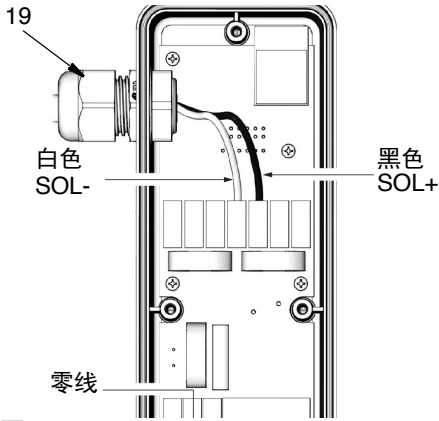

图 8
11. 在 PAC 外壳 (2) 内, 将中性线 (白色) 连接到 SOL- (白色), 将管线 (黑色) 连接到端子挡块中的 SOL+ (黑色) (图 8)。